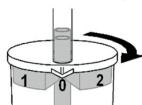

Abb. 2
3. Per un'aspirazione normale, ruotare il barattolo fino a che la freccia sul coperchio punta su una posizione aperta ("0") (**Fig. 2**)